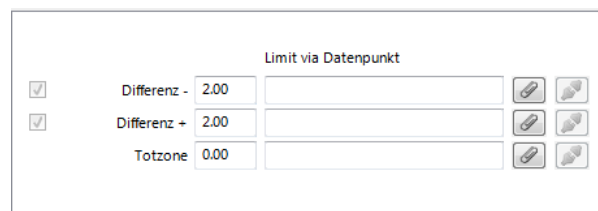

Abbildung 63: Bedingung für einen analogen Feedback-Alarm.
7. Für einen analogen Feedback-Alarm füllen Sie die Alarmbedingung wie in Abbildung 63 gezeigt aus. Ein Feedback-Alarm wird aktiv, wenn der Stellwert eine **Differenz -** und **Differenz +** vom Wert des Feedback-Datenpunktes ausweist. Geben Sie eine **Totzone** ein, um eine Hysterese zu definieren. Sie können auch Datenpunkte für diese Limits an- und abhängen. Dies kann auch durch Editieren der Property Relations 'lowLimit', 'highLimit' und 'deadband' (siehe Abschnitt 4.2.8) erreicht werden.